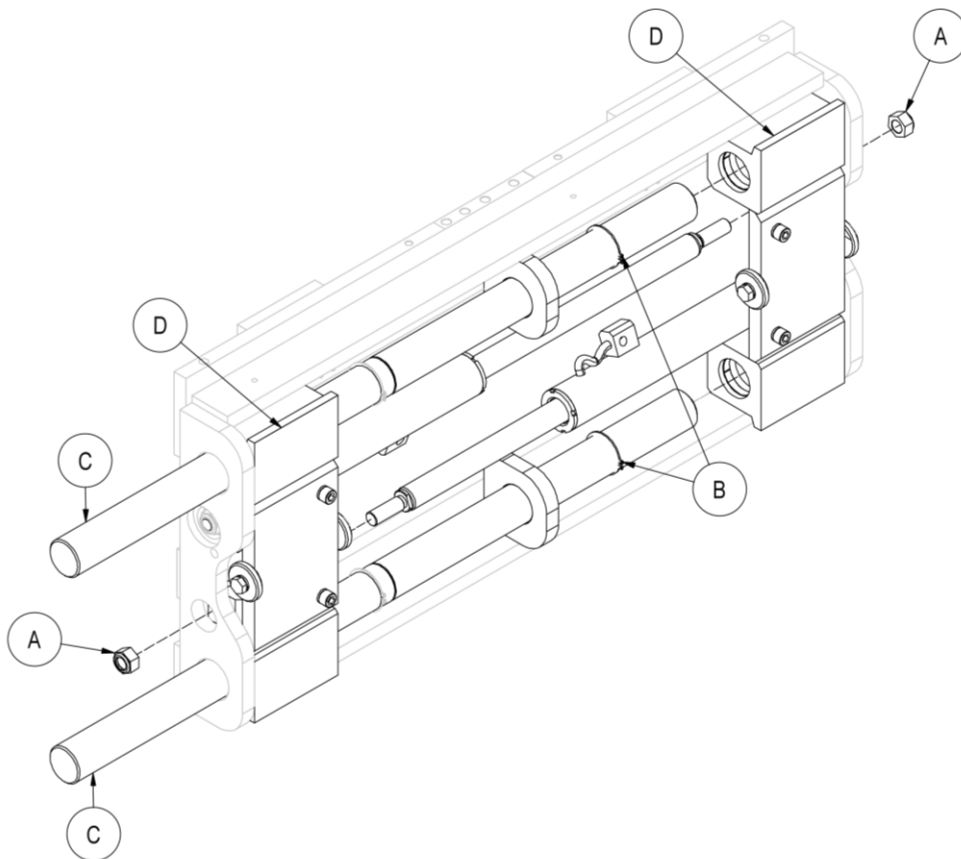

Figure 20
7. Se référer à la *Figure 20*.